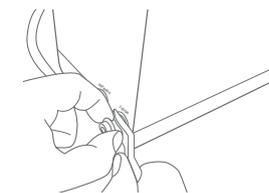

Figura 22.
d. Retira el tapón que se encuentra en el orificio de "Entrada". Para tu comodidad, coloca la Llave de ajuste entre el tapón y el collar del conector rápido, presionando el mismo y tomando el tapón con tus dedos (ver Figura 22).